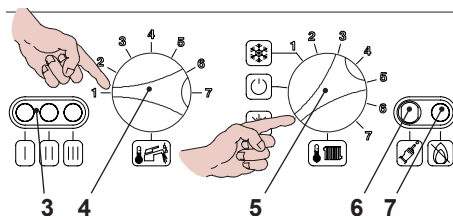

Figura 9.5
installazione; la lampada di segnalazione 3 in Figura 9.5 lampeggia ogni 4 secondi.
- Posizionare il selettore 5 come indicato in Figura 9.5; la lampada di segnalazione 3 lampeggia ad intermittenza circa ogni 2 secondi.
- Tenere premuto il pulsante di ripristino 6 in Figura 9.5 per circa 10 secondi, la lampada di blocco 7 inizierà a lampeggiare.